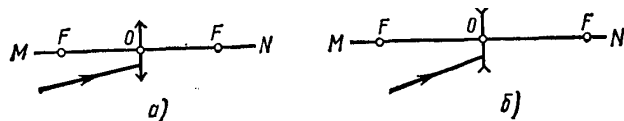

Рис. 28.7
5. На тонкую линзу падает луч света. Найти построением ход луча после преломления его линзой: а) собирающей (рис. 28.7, а); б) рассеивающей (рис. 28,7 б). На рисунке: O — оптический центр линзы; F — главный фокус.